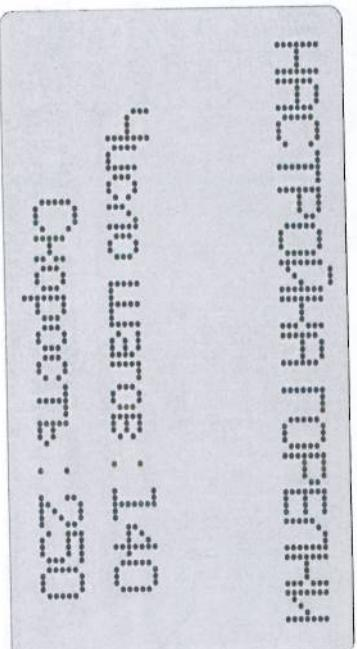

Рис. 12. Окно с параметрами движения горелки.
- Нажмите одновременно клавиши **↑** и **↓** для входа в меню настройки параметров движения горелки, при этом на дисплее появится окно с параметрами движения горелки (см. рис. 12).